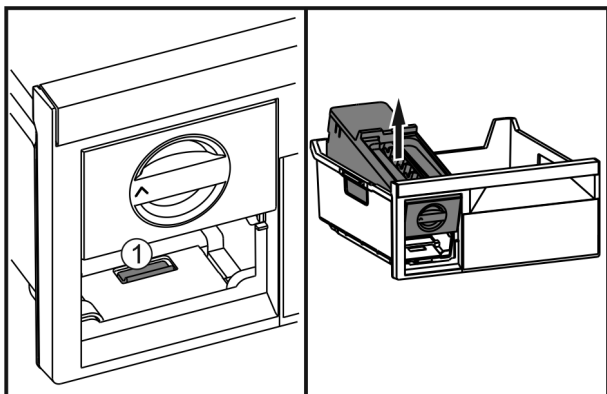

Fig. 56
- ▶ Tryck på fliken Fig. 56 (1), lyft EasyTwist-Ice bakifrån och ta ut den ur frysfacket.